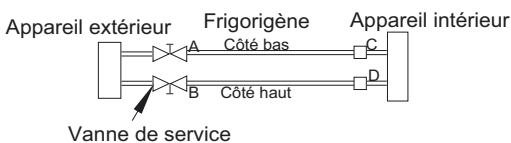

Fig. 19 - Vanne de service
1. Serrez à fond les écrous A, B, C et D (de tous les ventilo-convecteurs). Branchez le tuyau de la jauge de charge sur un circuit ou sur tous les circuits (si vous utilisez un collecteur à plusieurs raccords) sur le ou les embouts de charge du côté basse pression des vannes de service. (Consultez la figure 19.)